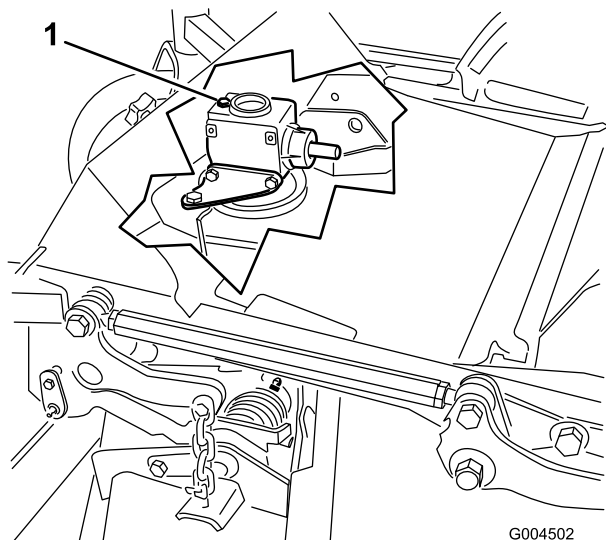

図 41
6. ギア・ボックスの上部についているディップスティック兼給油プラグ(図 41)を取り、オイルの量が、ディップスティックについている2本のマークの間にあることを確認する。
6. ギア・ボックスの上部についているディップスティック兼給油プラグ(図 41)を取る。